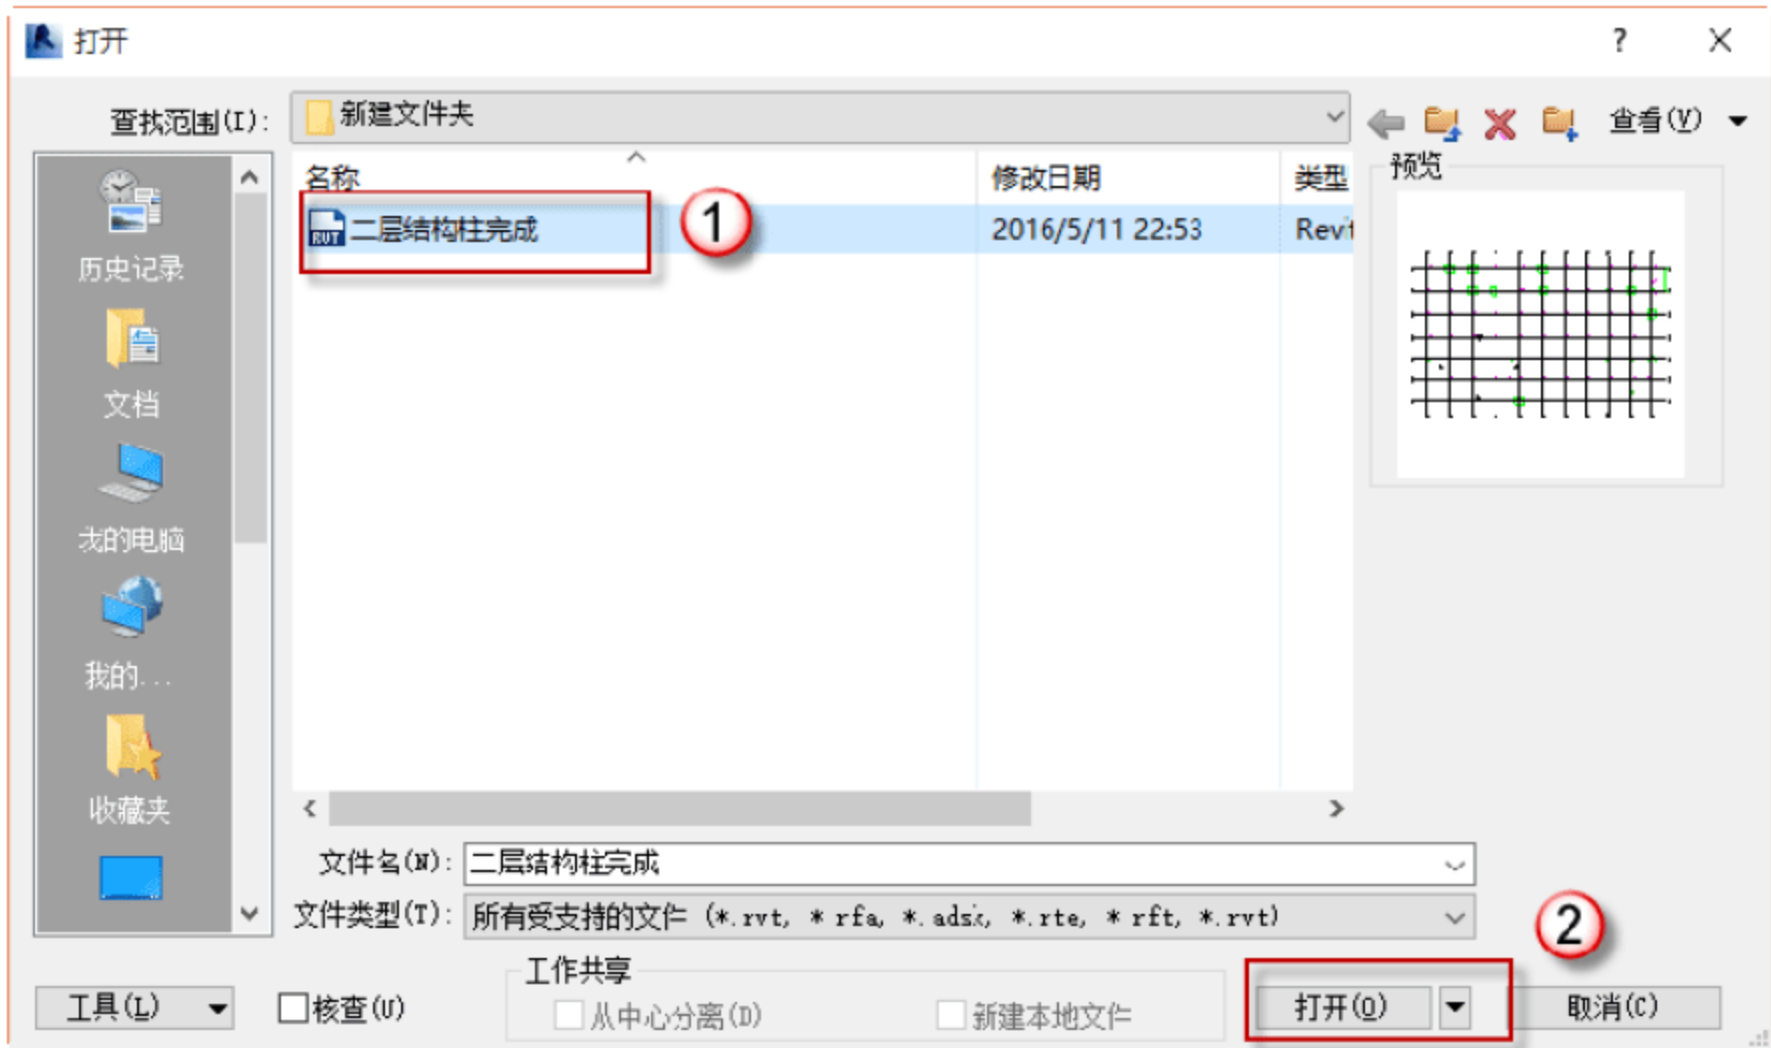

图 4.2.76 打开历史项目
(1) 打开项目文件。单击“打开”按钮，在弹出的对话框中打开保存的文件，或者直接单击“历史项目”按钮，如图 4.2.76 所示。